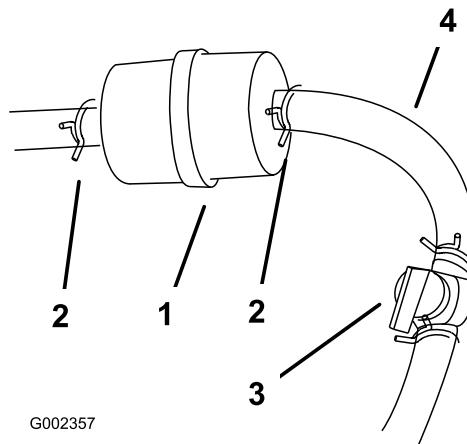

Figure 39
4. Fermez le robinet d'arrivée de carburant (Figure 39).
- 5. Pincez les extrémités des colliers et faites glisser ceux-ci pour les éloigner du filtre (Figure 39).
- 7. Posez un filtre neuf et rapprochez les colliers de fixation du filtre (Figure 39).
3. Fermez le robinet d'arrivée de carburant (Figure 39).
4. Desserrez le collier de serrage au niveau du filtre à carburant et éloignez-le du filtre en le poussant le long de la conduite d'alimentation (Figure 39).
5. Débranchez les conduites d'alimentation du filtre à carburant (Figure 39).
Remarque: Laissez l'essence s'écouler dans un bidon ou un bac de vidange (Figure 39).
7. Raccordez la conduite d'alimentation au filtre. Rapprochez le collier de serrage du filtre pour fixer la conduite d'alimentation (Figure 39).